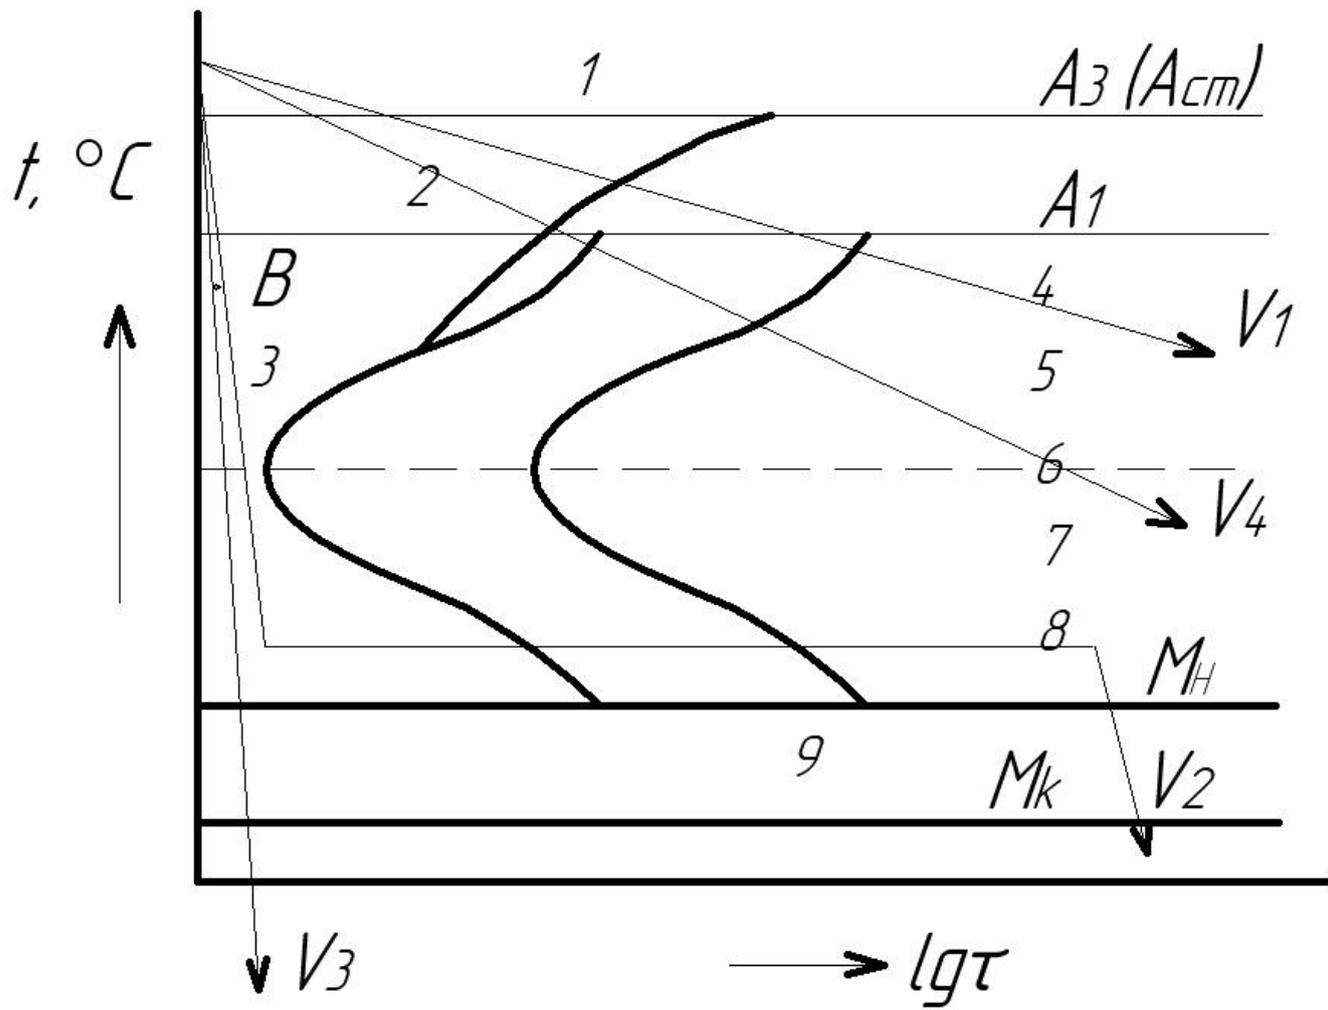

Рисунок 2
11. Какие структурные составляющие будут в стали 80 после полного охлаждения из аустенитной области (рис.2) со скоростями V1 _____?